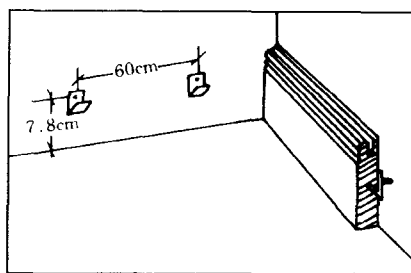

图 1-16 踢脚线安装
② 踢脚线安装。将踢脚线挂钩用膨胀螺栓或钢钉固定在墙上。挂钩孔与地面的距离为 7.8cm，每隔 60cm 固定一只钩。然后将一端已加工成 45° 角的踢脚线挂到挂钩上，湿度高的地区，两根踢脚线结合处须留出适当的伸缩缝，特别在放家具墙角，伸缩缝应考虑多一些，如图 1-16 所示。